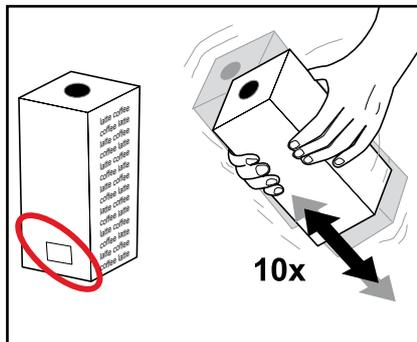

図2
- ・ パッケージに記載されている賞味期限を守ってください (図2)。
2. 製品パックは、装置にセットする前に、最低10回は振ってください。(図2)